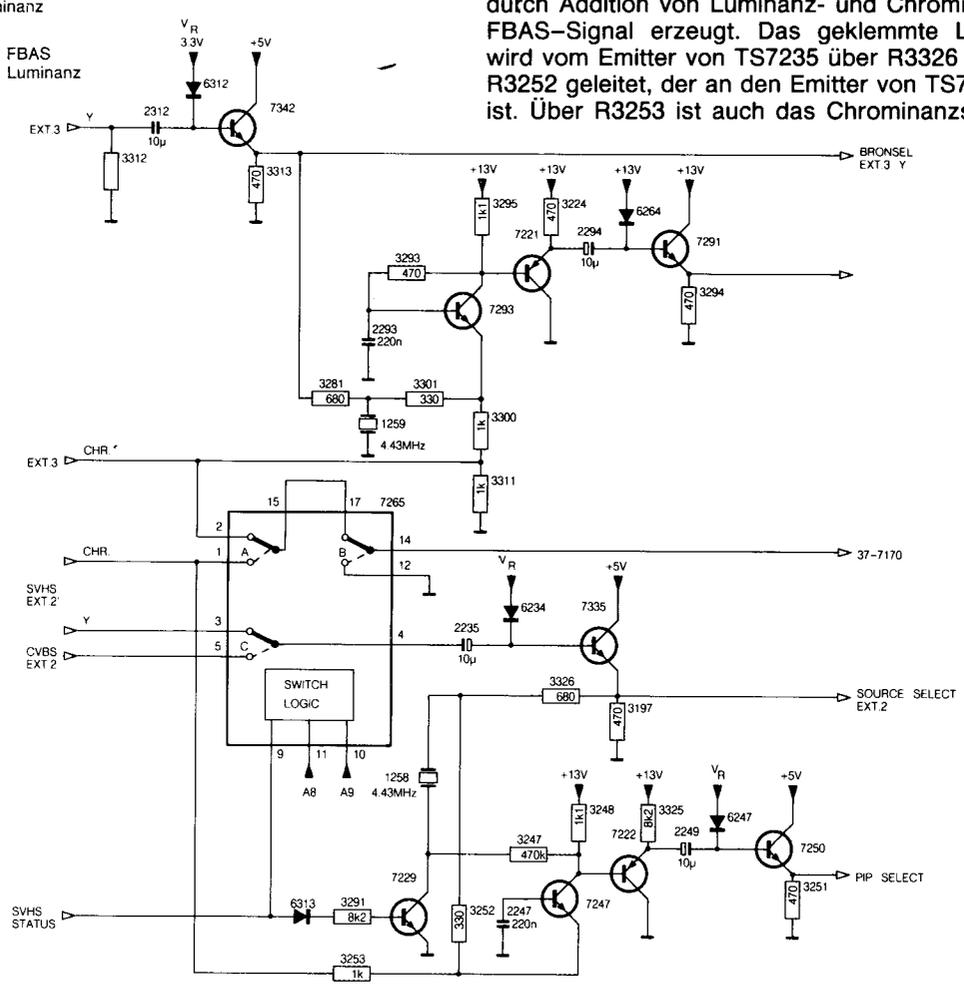

Fig. 3.8
Es ist 1 SVHS-Ausgang (EXT 2') vorhanden. An diesem Ausgang kann nur EXT 3 oder D2MAC gewählt werden (siehe Abb. 3.8).
gleichstrom-entkoppelt wurde. In die Kollektorleitung von TS7273 wurde ein Parallelkreis geschaltet, der auf $f_r = 1/2 * \pi * \sqrt{LC} = 15625 \text{ Hz}$ abgestimmt ist. Die maximale Impedanz des Parallelkreises wird bei der Zeilenfrequenz erreicht. Wenn jetzt ein SVHS-Luminanzsignal eintrifft, ist im Parallelkreis ein zeilenfrequentes Signal. Mit Diode 6272 wird das zeilenfrequente Signal selektiert, so daß C2274 in bezug auf die +13-V-Spannung negativ geladen wird. Transistor 7274 schaltet durch, und an der Zenerdiode 6277 stabilisiert sich eine Spannung von 5,1 V. Diese stabilisierte Spannung ist die SVHS-Statusspannung. Das SVHS-Statussignal wird zu IC 7655 geleitet, wo der Status durch den Mikroprozessor (IC 7150) gelesen wird, der IC 7265 von EXT 2 auf EXT 2' (SVHS) umschaltet. Das Statussignal macht auch TS7229 leitend, so daß ein 4,43-MHz-Filter eingeschaltet wird. IC 7265 auf der Quellenwahl-Leiterplatte (Source Select) hat drei Schalterstellungen (siehe Abb. 3.8):
3.7.3 EXT 3-in (Abb. 3.8)
3.7.4 EXT 2' SVHS-in (Abb. 3.8)
3.7.5 EXT 2-in (Abb. 3.8)